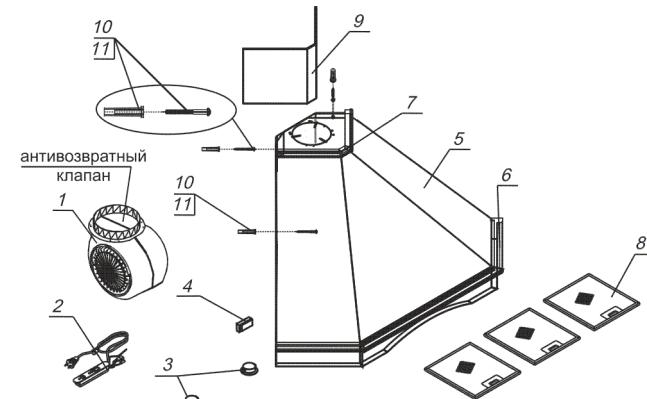

рис. 3
6.1 Прежде чем навесить кухонную вытяжку, необходимо верхнее деревянное обрамление (поз. 7, рис. 3) прикрепить к корпусу вытяжки (поз. 5, рис. 3). Снимите защитную полосу с двухсторонней самоклеящейся ленты, которая наклеена на обрамление, затем приклейте его к корпусу вытяжки.
- просверлите по шаблону четыре отверстия для установки дюбелей Ф8x40 мм и забейте их (рис.3, поз.10);